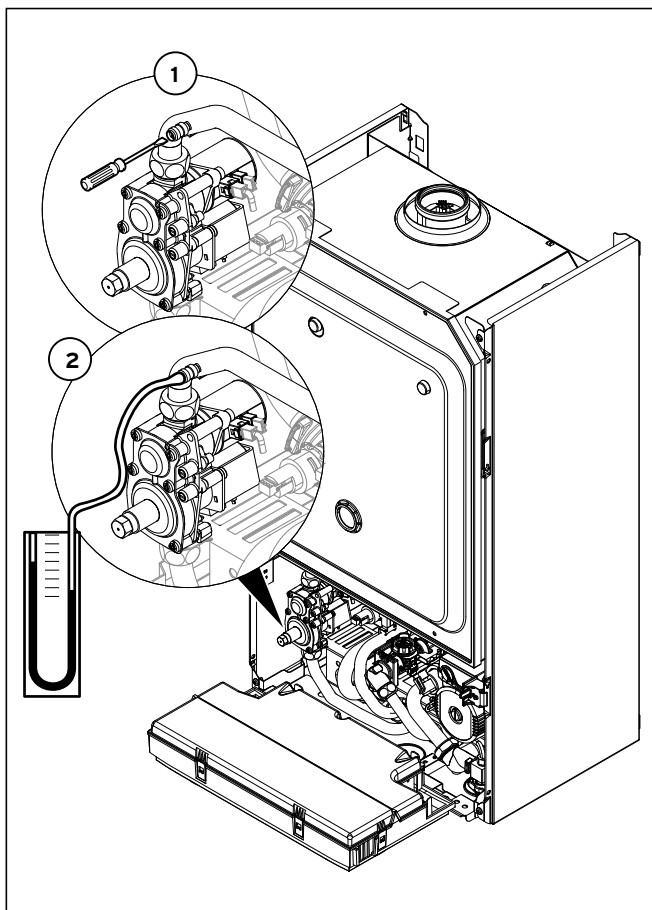

Рис. 6.5 Проверка номинальной нагрузки
- Ослабьте уплотнительный винт на газовой арматуре (1 на рис. 6.5).
- Подключите цифровой или U-образный манометр (2 на рис. 6.5).
- Проверьте подводящую линию газа, систему отопления и трубопроводы горячей воды на герметичность (см. рис. 6.5).